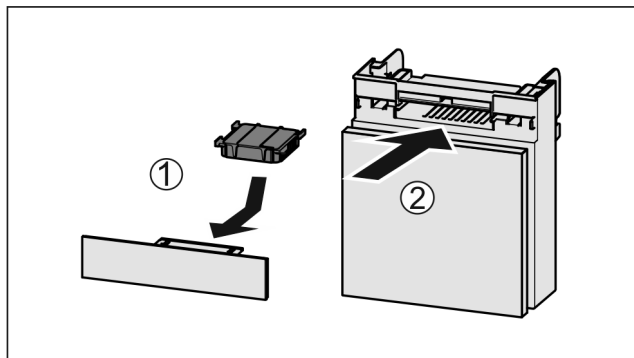

Fig. 273
- Wkładać Fig. 273 (1) filtr z węglem aktywnym zgodnie z ilustracją.
- Wsunąć komorę Fig. 273 (2).